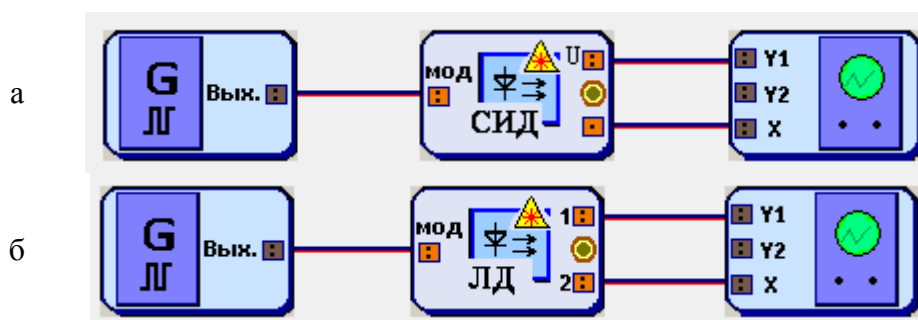

Рис. 7.5. Схемы для наблюдения ВАХ ИИ: а – СИД, б – ЛД
ВАХ ИИ можно наблюдать также с помощью осциллографа. Соответствующие схемы представлены на рис. 7.5
1. Соберите схему с СИД на рис. 7.5а.
7. Повторите исследование для лазерного диода (ЛД). Для этого соберите схему на рис. 7.5б и выполните п.п. 2–6.